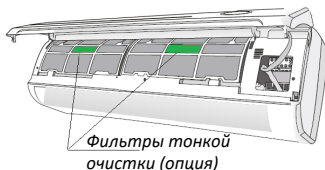

Рис.8
- 7) Если в кондиционере установлены фильтры тонкой очистки (рис.8), то их необходимо извлечь и при необходимости заменить